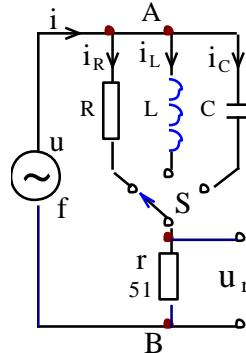

图 7-2
2. 元件阻抗频率特性的测量电路如图 7-2 所示。
通过电缆线将函数信号发生器输出的正弦信号接至如图 7-2 的电路，作为激励源  $u$ ，并用交流毫伏表测量，使激励电压的有效值为  $U=3V$ ，并保持不变。